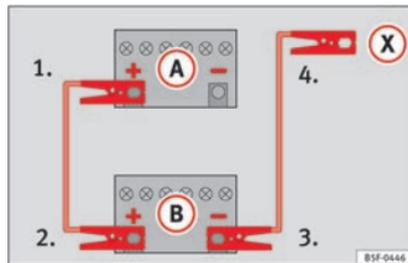

Fig. 70 Schema elettrico per i veicoli non dotati di sistema Start-Stop.
2. Collegare un'estremità del cavo di emergenza *rosso* al polo positivo (+) del veicolo con la batteria scarica (A) » fig. 70.
3. Collegare l'altra estremità del cavo di emergenza *rosso* al polo positivo (+) della batteria che fornisce la corrente (B).
4. *Nei veicoli senza sistema Start-Stop:* collegare un'estremità del cavo *nero* di emergenza al polo negativo (-) del veicolo che eroga la corrente (B) » fig. 70.